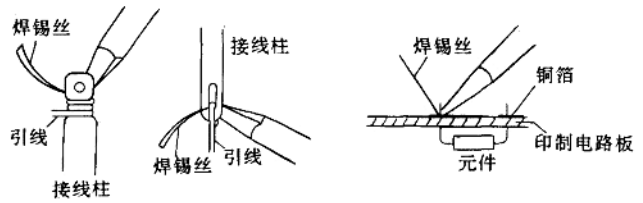

图 2-13 焊料填充实例
② 加热焊接处 焊接之前先将焊接点加热至焊料可熔化的温度。为了便于传热,烙铁头上可带有少量焊料,同时要掌握好烙铁头的角度,使焊点与烙铁头的接触面积大一些。
③ 填充焊料 当焊点达到适当的温度时,应及时将焊锡丝放到焊点上熔化。用左手拇指和食指轻轻地捏住焊锡丝,端部留出 3~5cm,借助中指往前送料,这样就能自由地填充焊料。图 2-13 所示是焊料填充的几个实例。